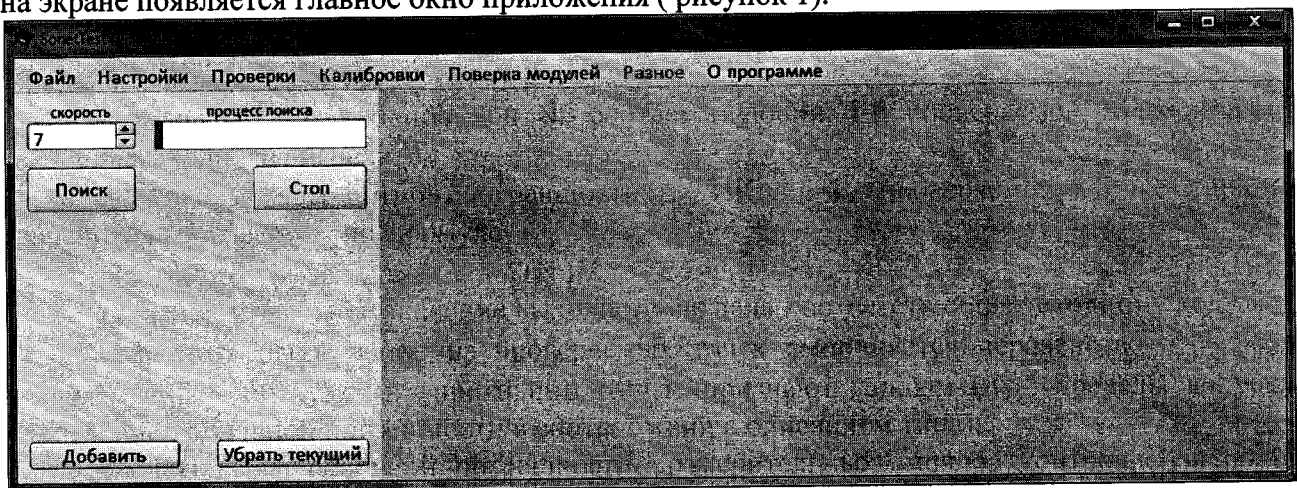

Рисунок 1 – Программа после запуска
7.3.2 Проверка основной погрешности измерительных каналов контроллеров по п.7.3.1 проводится с использованием Программы SonetTest. Запуск программы осуществляется стандартным способом (двойной клик левой кнопкой мыши по исполняемому файлу). После этого на экране появляется главное окно приложения ( рисунок 1).